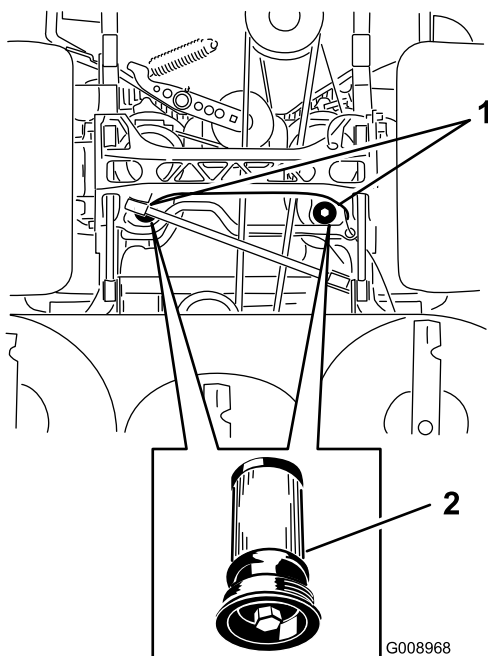

Figura 91
5. Collocate una bacinella di spurgo sotto il filtro, togliete il filtro usato e pulite la superficie (Figura 91).
6. Spalmate un velo di olio idraulico sulla guarnizione di gomma del filtro di ricambio (Figura 91).